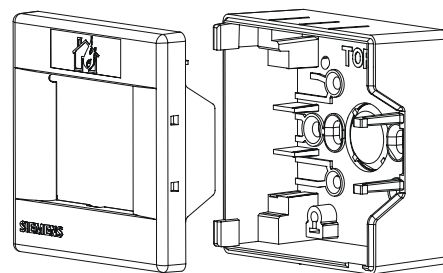

Fig. 3
2. Determine the inlet opening(s) in the housing (see Fig. 3):
2. Bestimmen Sie die Zuleitungsöffnung(en) im Gehäuse (siehe Fig. 3):
2. Réglez l'ouverture/les ouvertures pour câbles d'alimentation dans le boîtier (voir Fig. 3) :